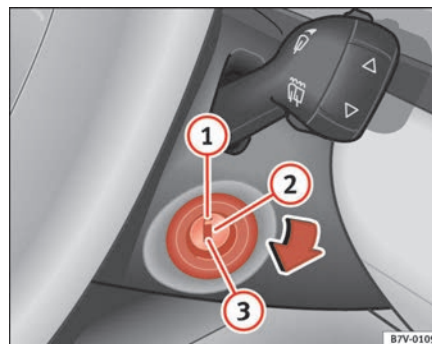

Fig. 126 Posiciones de la llave de contacto
En la posición ⇒ fig. 126 ① el encendido está desconectado y se puede bloquear la dirección.
- Gire la llave de contacto hasta la posición ⇒ **página 171, fig. 126 ③** para poner en marcha el motor.
- Gire la llave hasta la posición $\Rightarrow$ **página 171, fig. 126 ②**. El testigo  se enciende durante el ciclo de precalentamiento del motor.
- En cuanto se apague el testigo, gire la llave de encendido a la posición **③** para poner en marcha el motor y no pise el acelerador.
- Gire la llave de contacto a la posición ⇒ página 171, fig. 126 ①.